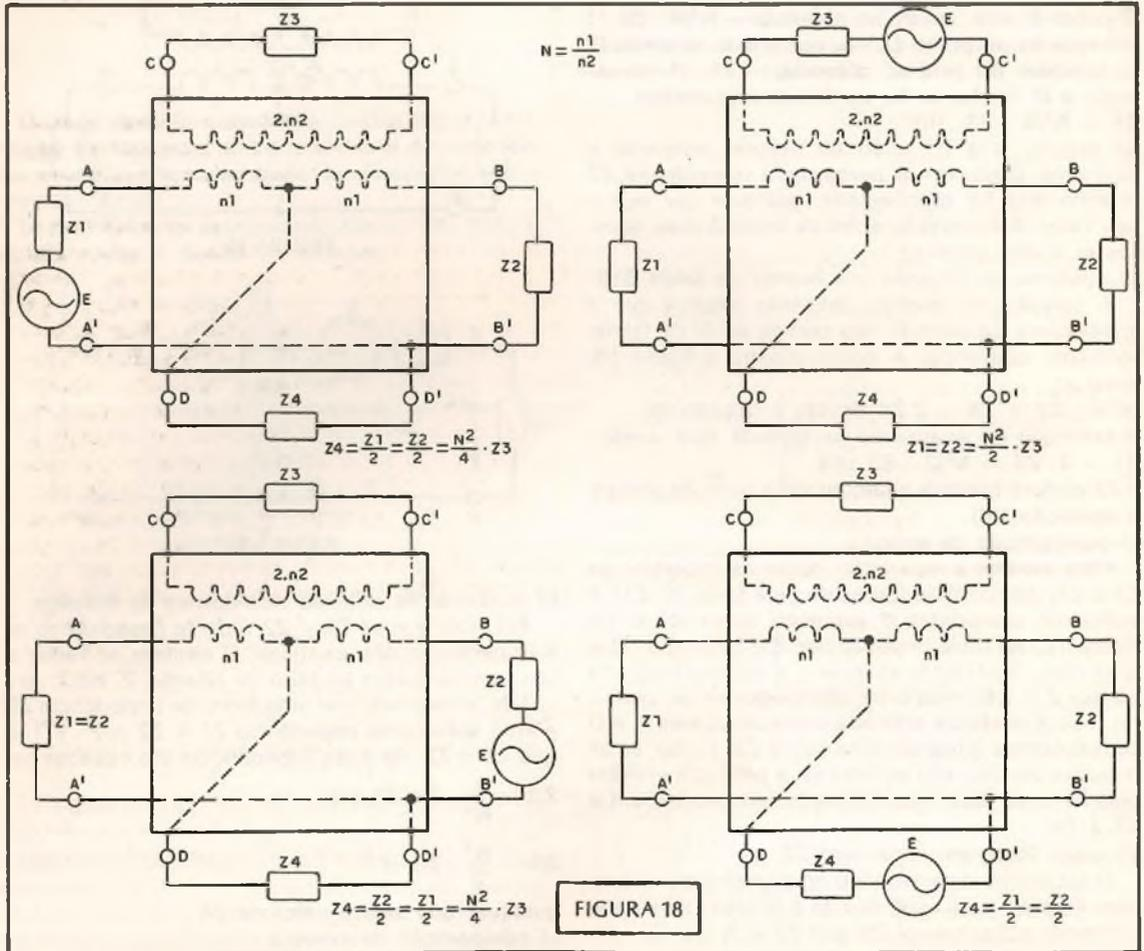

FIGURA 18
A figura 18 apresenta, de forma resumida, as condições de equilíbrio do transformador diferencial para todas as situações possíveis de localização da f.e.m. E.
a) $Z_1 = Z_2$, uma fonte colocada em série com Z_3 (ou Z_4) não envia corrente sobre a impedância oposta Z_4 (ou Z_3) - figura 18.
b) $Z_4 = N^2/4 \cdot Z_3$, uma fonte em série com Z_1 (ou Z_2) não envia corrente sobre a impedância oposta Z_2 (ou Z_1) - figura 18.